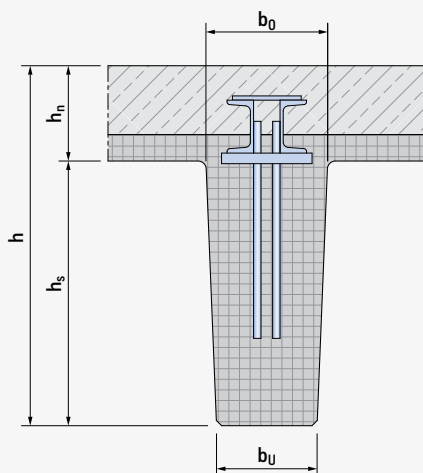

Bild 4 Abmessungen Betonquerschnitt
① Eine kleinere Steghöhe h_s (Bild 4) ist möglich, wenn die Verankerungslänge l_s angepasst wird